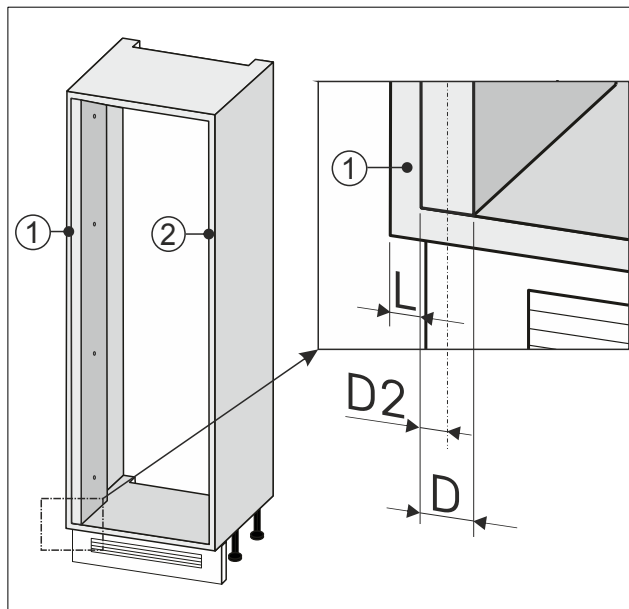

Fig. 90
- Halbe Breite Fig. 90 (D2) des Wandausgleichs notieren.